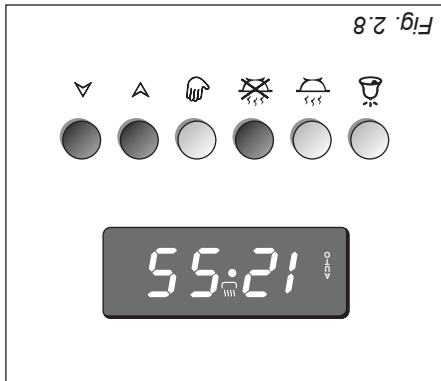

Fig. 2.8
2. Déterminer l'heure d'arrêt de la cuisson en pressant le poussoir et le poussoir pour avancer, ou le poussoir pour revenir si le temps désiré a été dépassé (fig. 2.8).